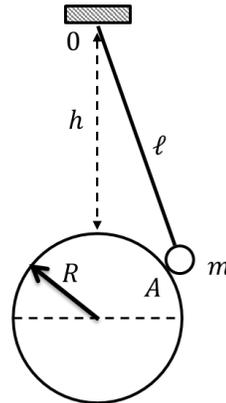

Fig. 2.3.
2.2.- Un péndulo de masa m y largo ℓ toca un hemisferio de radio R , como lo muestra la Fig. 2.3. Calcular la tensión del hilo del péndulo. Cuando éste permanece en reposo.